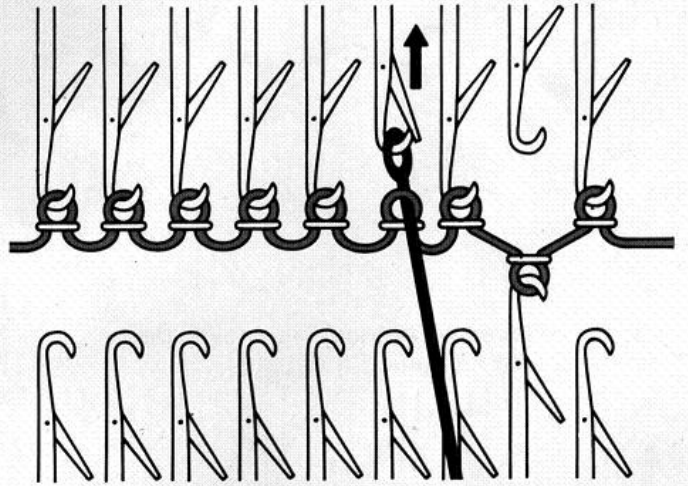

Fig. 43
- Reculer cette aiguille en position A, afin de recueillir la maille sur le poinçon (fig. 43). Décrocher le poinçon du crochet de l'aiguille.